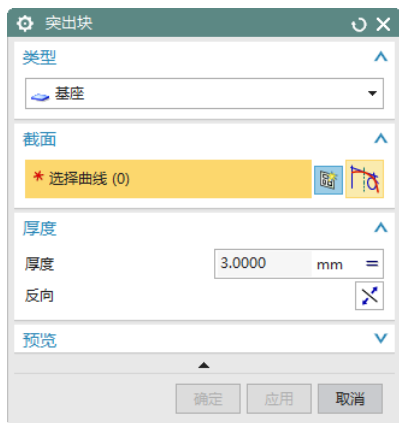

图 10-3 “突出块”对话框
(1) 选择“菜单(M)”→“插入(S)”→“突出块(B)...”，或者单击“主页”选项卡“基本”面组上“突出块”按钮，打开如图 10-3 所示的“突出块”对话框。